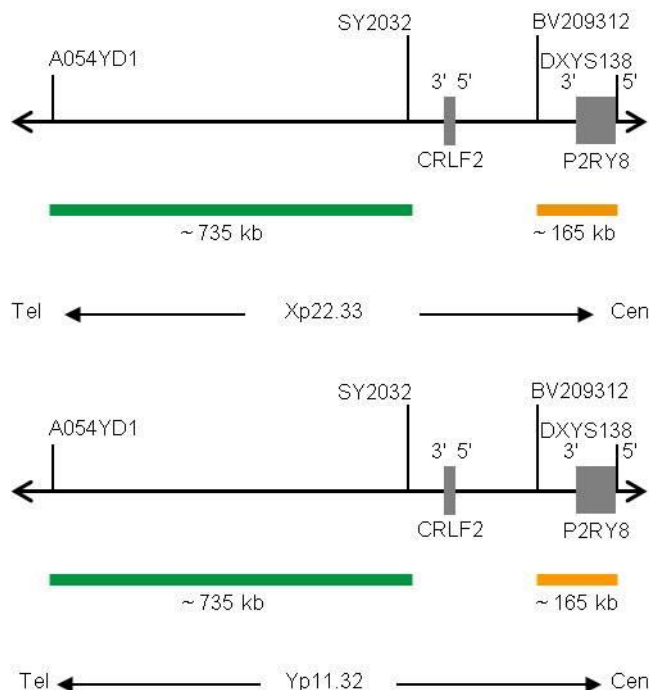

Fig. 1: Cima: Cromossoma X - SPEC CRLF2 Mapa da sonda; Baixo: Cromossoma Y - SPEC CRLF2 Mapa da sonda (sem escala)
- Polinucleótidos (~10.0 ng/μl) com marcação ZyGreen (excitação 503 nm/emissão 528 nm), dirigidos ao mapeamento de sequências alvo em Xp22.33 (chrX:513,125-1,245,395), e Yp11.32* (chrY:463,125-1,195,395) distais ao ponto de quebra do gene CRLF2 (ver Fig. 1).
- Polinucleótidos (~4.5 ng/μl) com marcação ZyOrange (excitação 547 nm/emissão 572 nm), dirigidos ao mapeamento de sequências alvo em Xp22.33 (chrX:1,497,976-1,660,328), e Yp11.32* (chrY:1,498,976-1,657,328) proximais ao ponto de quebra do gene CRLF2 (ver Fig. 1).